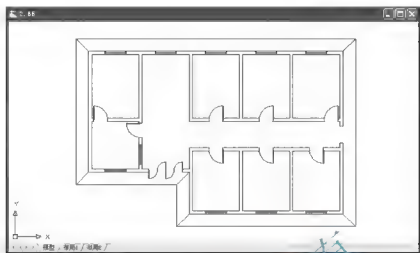

图 2.87 形成所有门窗
(5) 用前面所述的【阵列】、【复制】和【镜像】命令，将绘制出的门窗复制到其他洞口内并修改门扇的开启方向，结果如图 2.87 所示。